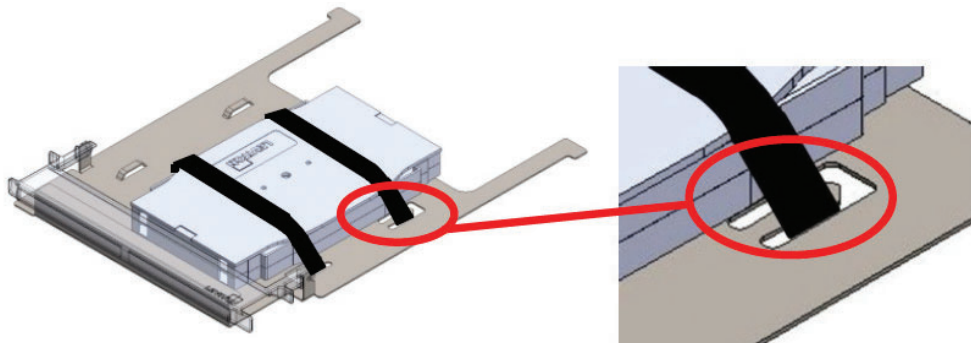

Figura 17
- 5.7.5 Instale el Velcro insertando las presillas sobre cada punta de lanza de la flecha y sujete las bandejas de empalme apiladas en la bandeja de la cubierta de empalme (Figura 17).